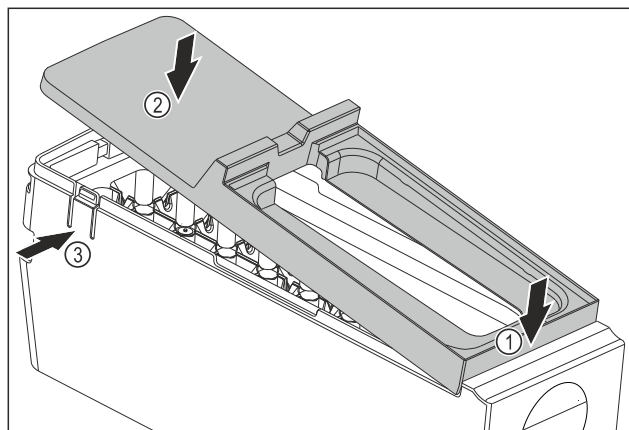

Fig. 79
- Abdeckung des EasyTwist-Ice-Korpus montieren: Abdeckung vorne ansetzen. Fig. 79 (1)
- Abdeckung hinten absenken. Fig. 79 (2)
- ▷ Abdeckung rastet hörbar in beiden Laschen Fig. 79 (3) ein.